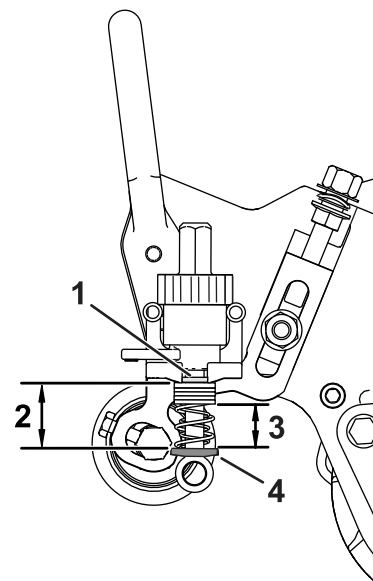

図 16
- 図 16 に示すように、ワッシャ間の距離現在のスプリングの長さを測定する。